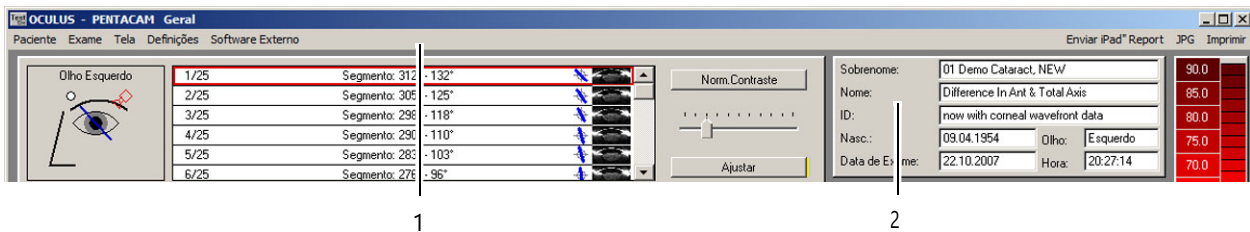

Fig. 8-1: Barra de menú del programa Pentacam® / Pentacam® HR
- ➔ Seleccione en el programa Pentacam® (Fig. 8-1, página 30) la opción de menú [Exploración] (Examination) y haga clic en [Escanear] (Scan).